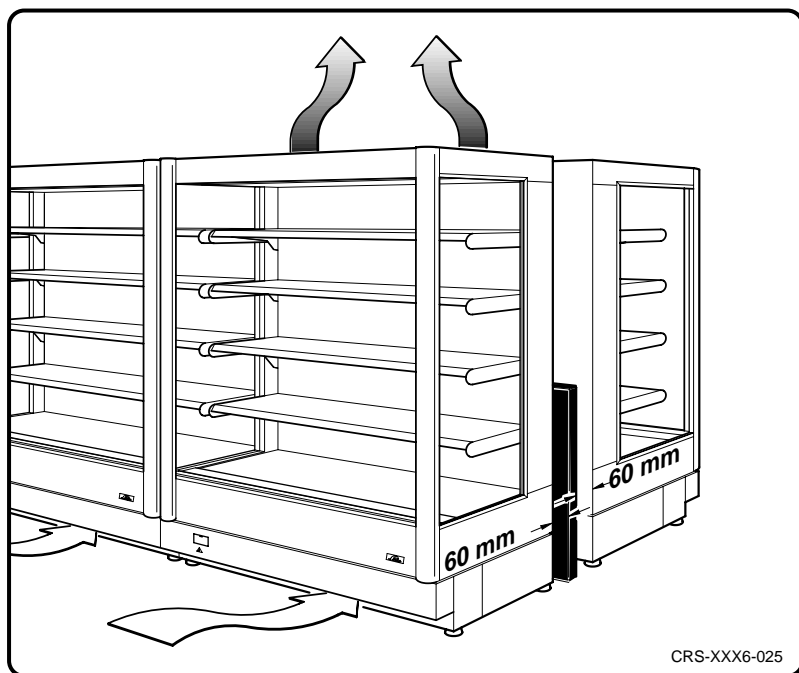

Fig. 8
- emplazamiento en grupo (fig. 8)
- Instalação em grupo (fig. 8)
- Plaatsing in een blok (afb. 8)